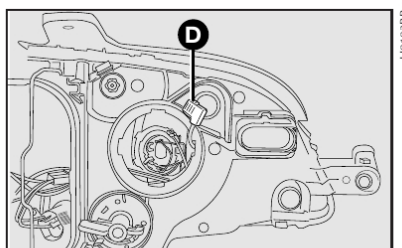

fig. 29
5) recolocar a presilha e o conector de alimentação **D**-fig. 29;